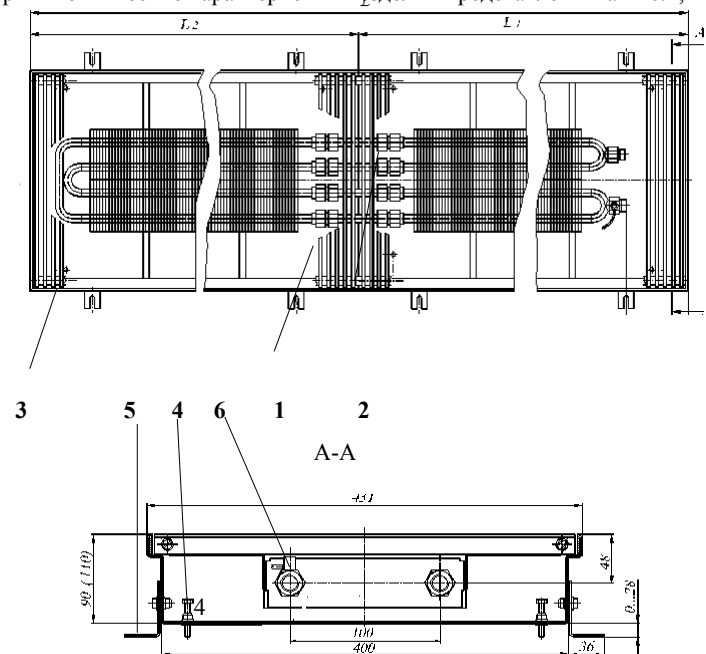

Рис. 1 Конвектор КРКД 43.09(11).310...600 концевой
Конвекторы имеют (см. рис.1,2):
4.2 Размеры и технические характеристики изделий представлены на Рис.1, 2 и в таблице 1, 2.
- 5.4 После соединения теплового пакета с трубопроводами и запуске системы отопления, при необходимости, выполнить удаление воздуха. Для этого свободный конец пластиковой трубки воздухопускного клапана 6 (см. рис.1) опустить в заранее подготовленную емкость для слива воды. Ключом отвернуть клапан на $0,5-1,5$ оборота. После удаления воздуха, клапан закрыть.